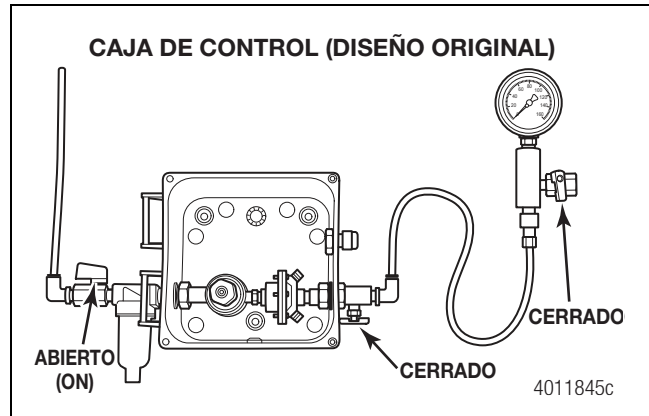
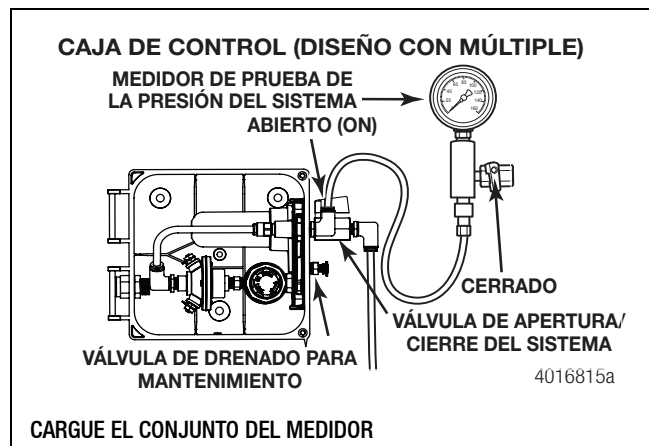

Figura 3.20
Figura 3.21
- B. Cargue el conjunto del medidor según se describe a continuación. Figura 3.20 y Figura 3.21.